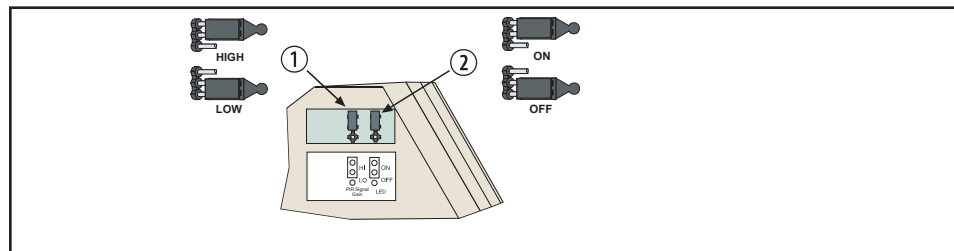

Bild 5.1: Funktionsval
Se Bild 5.1. För att välja placerar du kontakten över lämpliga stift (1). Om ingen bygelkontakt sätts över "HÖG/LÅG"-stiften ställs detektorn in på "Hög". Låg känslighet (LO): Det är den rekommenderade inställningen för de flesta installationer. Den här inställningen klarar utsatta miljöer. **Detektorn levereras i känslighetsläget "Låg".** **Hög känslighet (HI):** Används på platser där låg känslighet inte ger tillräcklig detektionsnivå. Den här inställningen klarar endast små miljömässiga förändringar.
Se Bild 5.1. Positionen ON möjliggör drift av lysdioden (2). Om du inte vill använda lysdiodsindikationer efter konfiguration och gångtest ska positionen anges till OFF. **Om ingen bygelkontakt sätts över "ON/OFF"-stiften inaktiveras lysdioden.**